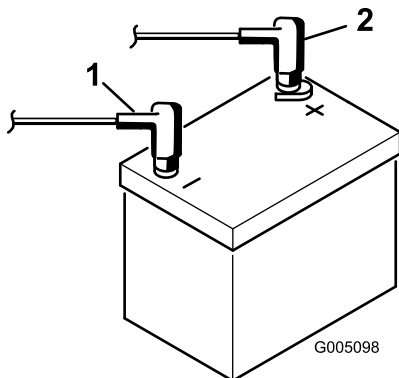

Figura 4
7. Conecte el cable positivo (rojo) al borne positivo (+) y el cable negativo (negro) al borne negativo (–) de la batería usando pernos y tuercas (Figura 4). Asegúrese de que el terminal positivo (+) está colocado a tope en el borne, y que el cable está colocado junto a la batería. El cable no debe entrar en contacto con la tapa de la batería.